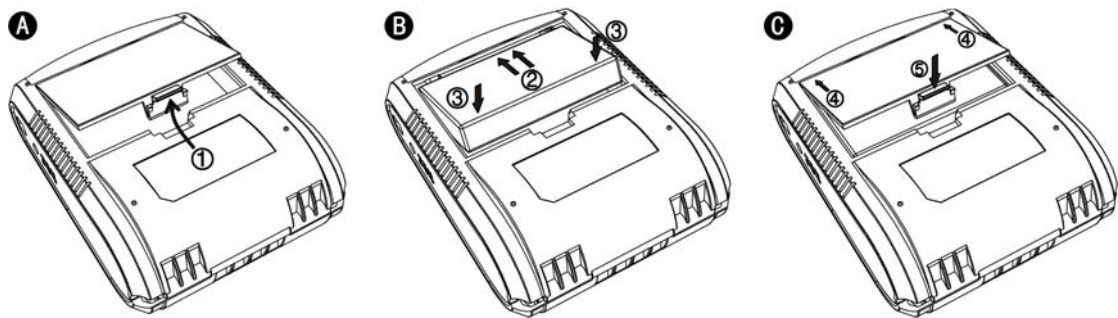

图 2.1 电池安装示意图
- ① 将电池盖揭开，如图 2.1的A图所示。
- ② 将锂电池装入电池仓，按照图 2.1的B图所示方向，将电池装入，再按下电池，即完成电池的安裝。
- ③ 合上电池盖，如图 2.1的C图所示。
注意：请务必按照图 2.1所示操作方法安装电池，其他非规范操作造成的打印机损坏，不提供保修服务！